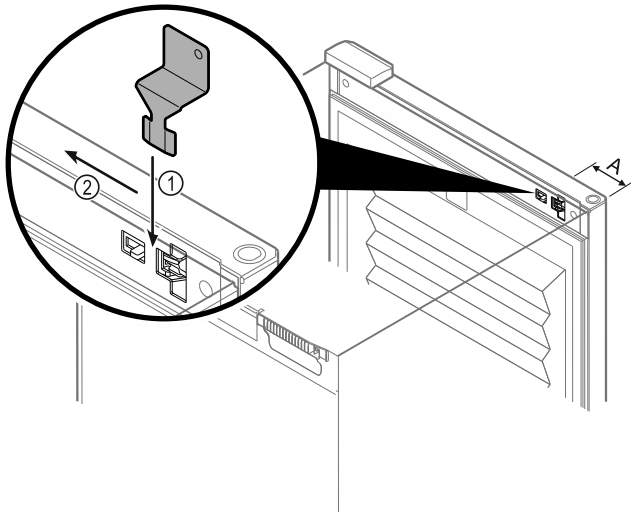

Fig. 133
- ▶ Poziciononi çelësin e zhblokimit të emergjencës në pozicionin e parashikuar Fig. 133 (A) ≈ 100 mm.
- ▶ Futni nga lart çelësin e zhblokimit të emergjencës midis derës dhe trupit të pajisjes sa të shkojë deri në fund Fig. 133 (1).
- ▶ Tërhiqni çelësin e zhblokimit të emergjencës në drejtimin në anën e menteshës Fig. 133 (2).